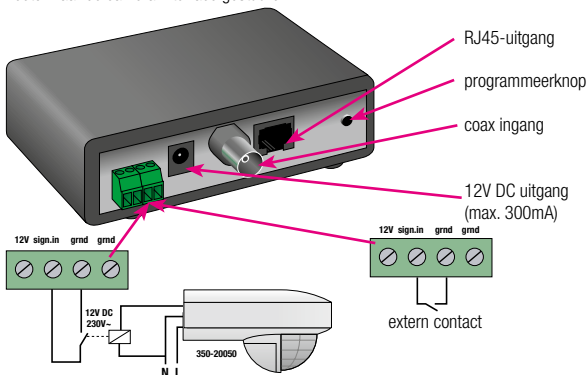

fig.2: aansluiting camera interface aan het systeem
Als de camera interface aangeschakeld wordt, wordt de externe camera geactiveerd en licht de rode LED op de module op. Het beeld van de externe camera verschijnt op alle geprogrammeerde binnenposten. U kan de camera ook handmatig bedienen door op de programmeerknop (fig.2) te drukken. De camera wordt dan geactiveerd en het beeld verschijnt op de geprogrammeerde binnenposten.
- U kan op de schroefconnector een bewegingsmelder aansluiten (fig.2). De camera wordt dan geactiveerd als de bewegingsmelder beweging detecteert.
- U kan op dezelfde schroefconnector ook een drukknop aansluiten (fig.2).
- U kan een drukknop én een bewegingsmelder aansluiten. Zo kan u de camera van binnenuit activeren met één druk op de knop én wordt de camera automatisch geactiveerd als de bewegingsmelder beweging detecteert (fig.2).